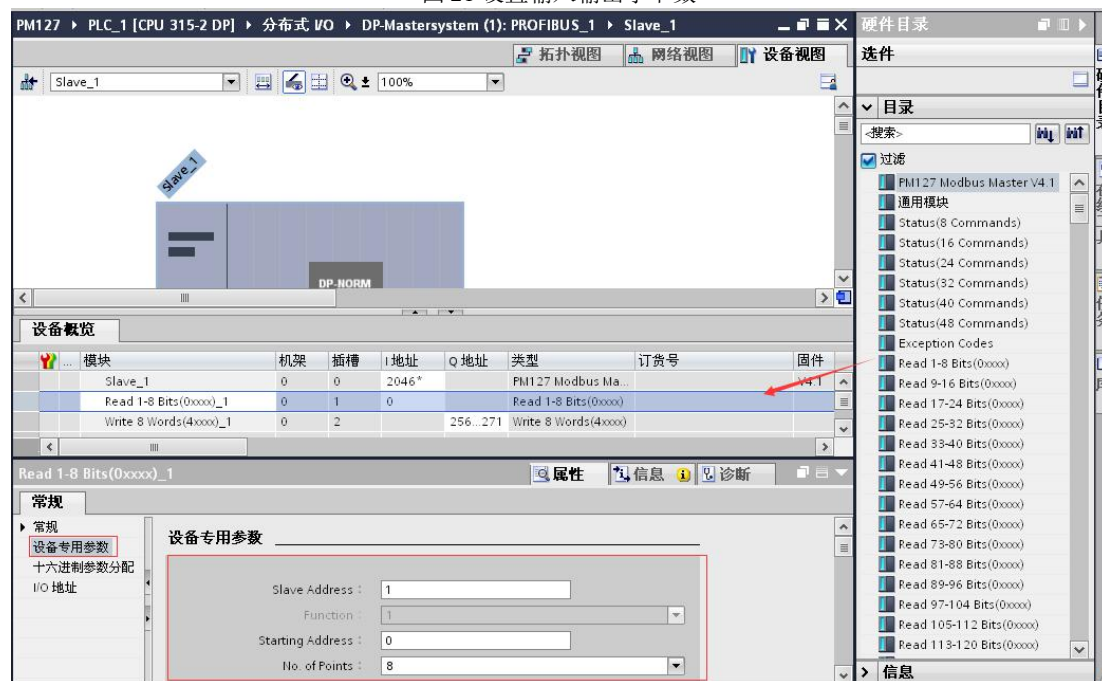

图 22 读取数据块设置
3.7 从站参数设置完成，添加输入/输出数据块，点击项目窗口右上方“设备视图”，在左上方选择设备窗口中选择从站 Slave-1 即DTCA-1V01，此时可从右侧目录窗口中选择输入输出数据块，双击或将需要的数据块添加到设备概览窗口的槽位中。在下方常规窗口中，单击“Read 1-8 Bits(0xxxx)_1”的读线圈的数据块，会显示数据块的常规参数，如下图 22 所示。